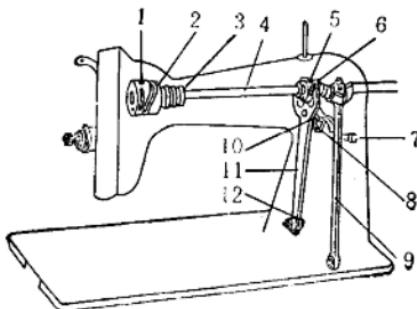

图 4 机头内部零件名称
4. 机头内部零件：指藏在机壳内从外面看不到的各种零件，其名称如下（图 4）：